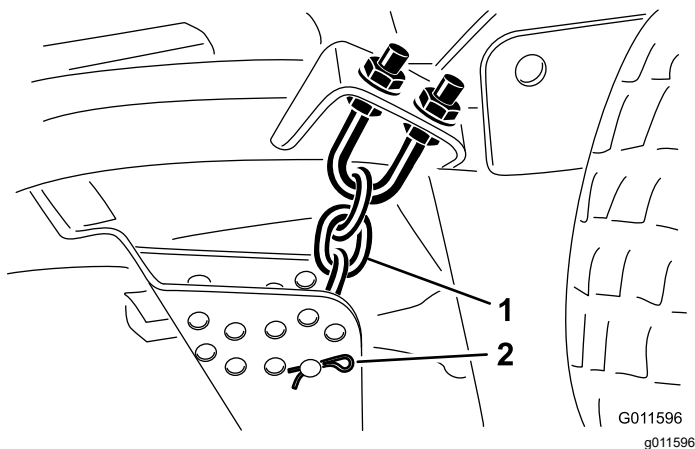

Bild 18
- Entfernen Sie den Splint und den Lastösenbolzen, mit denen die Schnitthöhenkette an der Rückseite des Mähwerks befestigt ist (Bild 18).